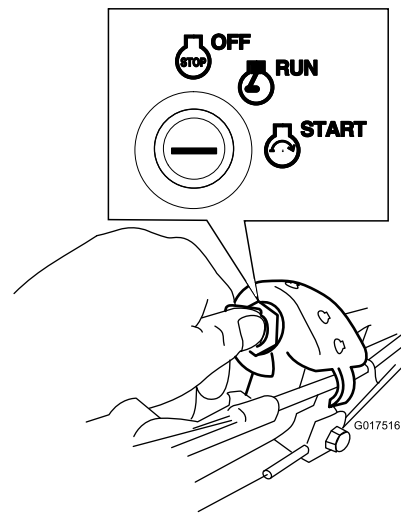

Bild 18
- **Zündschlüssel:** Stellen Sie den Zündschlüssel auf die Start-Stellung (Bild 18); lassen Sie den Schlüssel los, wenn der Motor anspringt.
1. Drehen Sie den Zündschlüssel in die LAUF-Stellung (Bild 18).